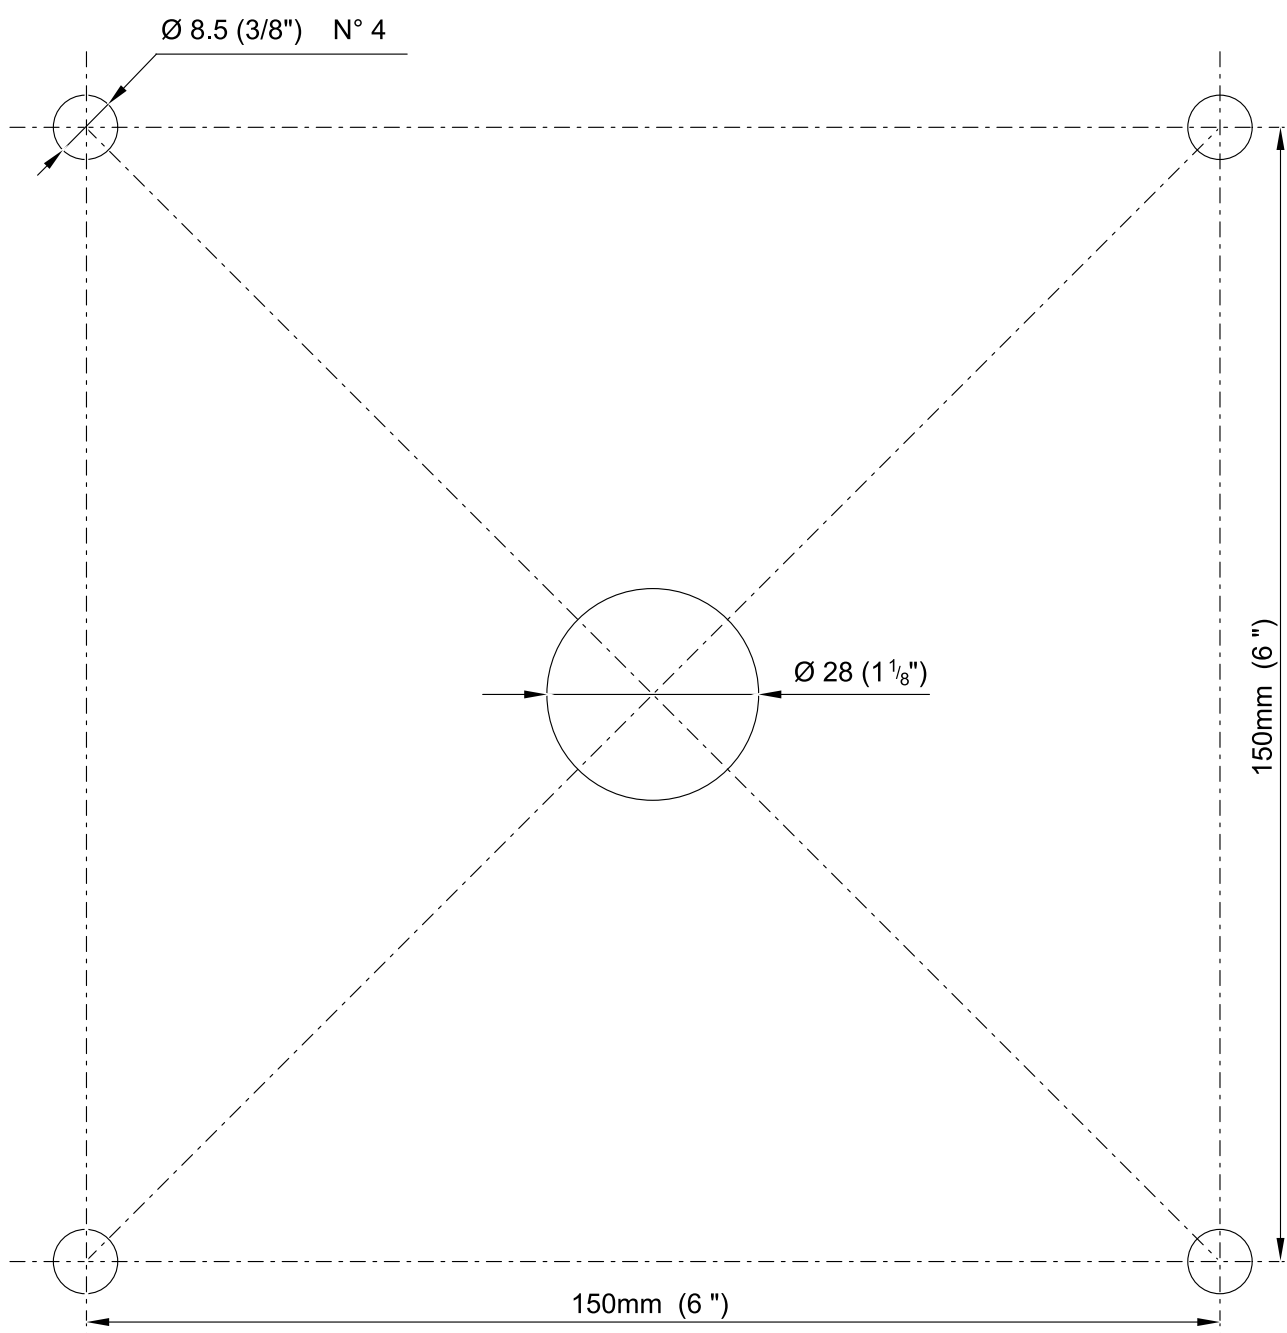

Fig. 32
7. Encastrer l'unité de contrôle en utilisant l'accessoire GLOMEX (code 4.010.0008) en perçant un trou avec une scie alternative et utilisant une perceuse avec une mèche de 2,5 mm (utiliser le gabarit de coupe dans la Fig. 32 pour les dimensions correctes). Brancher le câble coaxial de 1,5 m sur le récepteur satellitaire.